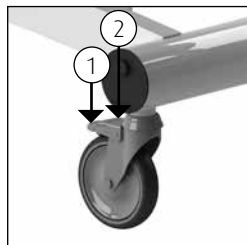

Figure 1 Verrouillage des roues.
- Le Marina basic peut être freiné en déplaçant la languette bleue (1) sur la roue vers le bas (voir figure 1).
- Pour libérer la Marina basic du frein, il faut déplacer vers le haut la même lèvre de la roue en appuyant sur le haut de la lèvre (2) (voir figure 1).